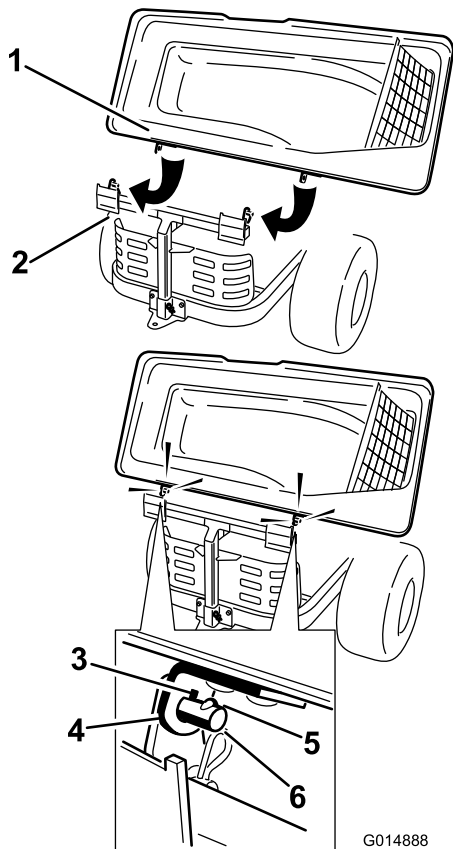

Figura 22
- Solo per i modelli 79390, 79391 e 79393:** girate il coperchio del sistema di raccolta per allineare i fori della chiavetta nelle staffe superiori del sistema di raccolta alle chiavette previste nei colonnini del relativo telaio (Figura 22).